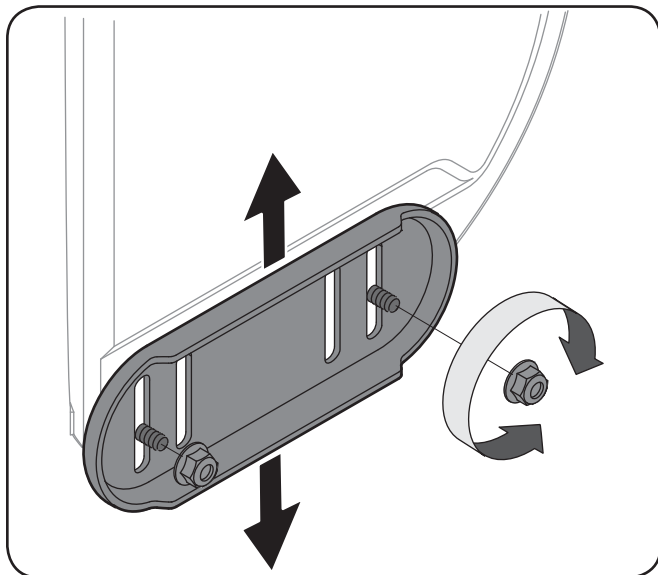

Figura 3-20
1. Afloje las cuatros tuercas hexagonales (dos en cada lado) y los pernos del carro. Mueva las zapatas antideslizantes a la posición deseada. Vea la Figura 3-20.